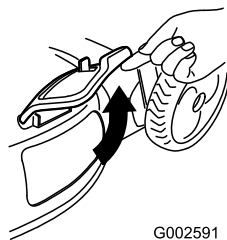

Figure 22
2. Lift open the side discharge door (Figure 22).